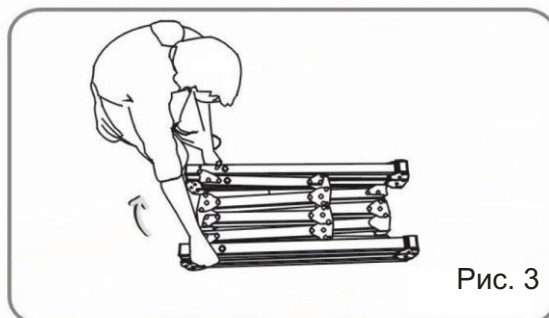

Рис. 3
1. Достаньте раму из сумки и поместите её на плоской поверхности. Сначала разложите её более длинные части (рис. 3 + 4).